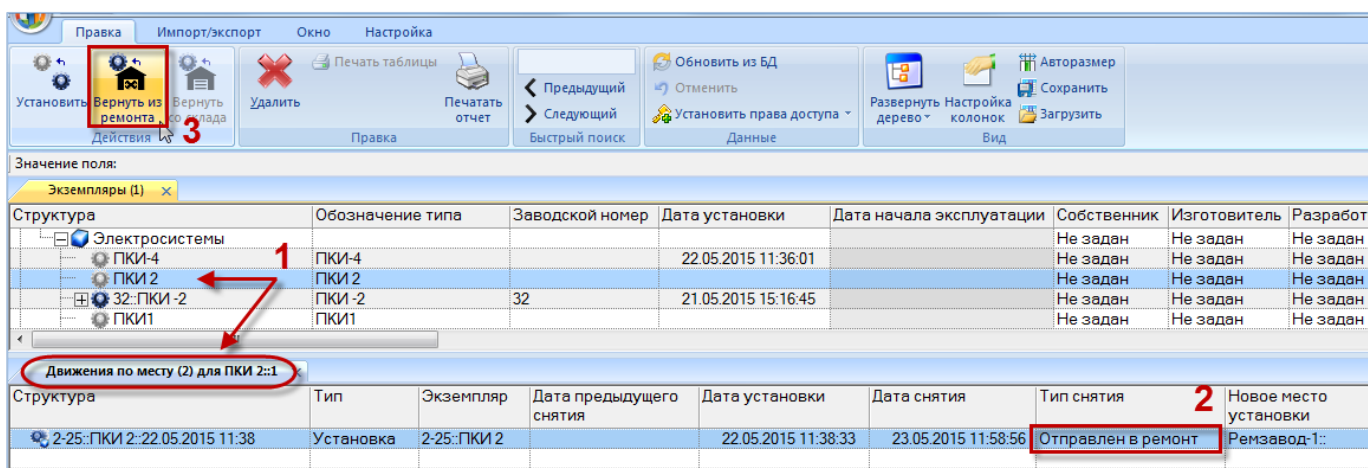

Рис. 23-16 – Возвращение экземпляра ПКИ в вышестоящую сборку из ремонта
4) В открывшемся окне связанных объектов «Движения по месту» выделить движение экземпляра ПКИ с типом снятия «Отправлен в ремонт» или «Передача на хранение» (1 и 2 на рис. 23-16).
5) Если для данного места установки существуют актуальные движения в ремонтную организацию или на склад, то на панели «Действия» будет активной соответствующая кнопка «Вернуть из ремонта» для типа снятия «Отправлен в ремонт» или «Вернуть со склада» для типа снятия «Передача на хранение». Выбрать нужное актуальное движение и нажать активную кнопку для возвращения экземпляра ПКИ на место установки (3 на рис. 23-16).